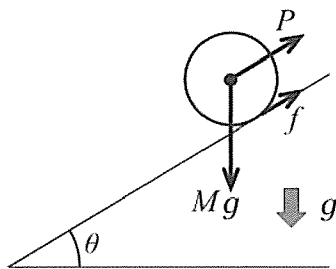
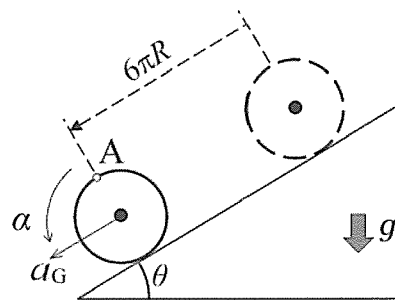

図1
図2
I 水平面と θ の角度をなす斜面の上に、円板（質量 M 、半径 R ）があり、円板の重心に、斜面に平行な力 P が作用し、円板が支えられ、図1のような配置で平衡状態にある。力 P を取り除くと、図2のように、斜面に沿って、滑ることなく転がり落ち、斜面をちょうど3回転した。このとき、次の(1)～(6)の間について答えよ。ただし、重力加速度を g 、円板が斜面から受ける静止摩擦力を f 、半径 R で質量 M の円板の重心を通り、円板に垂直な軸に関する慣性モーメントは、 $I_G = MR^2/2$ で与えられる。斜面の長さは、円板が3回転するのに対して十分長く、斜面の状態は均一である。
- (1) 円板がまさに転がり落ちようとするとき、転がり落ちるのを防ぐために必要な力 P を、 M 、 g 、 θ 、 f を用いて示せ。
- (2) 円板が滑らずに斜面を転がり落ちているとき、重心の加速度 a_G と重心周りの角加速度 α の関係式を、 R を用いて示せ。
- (3) 円板が滑らずに斜面を転がるための静止摩擦係数 μ の条件を、 θ を用いて示せ。
- (4) 平衡状態から、円板がちょうど3回転したときの、円板の重心の速度を V_G とすると、図2に示す円板上の点 A（斜面に接する点の反対の点）の速度 V_A は、 V_G の何倍かを示せ。
- (5) 平衡状態から、円板がちょうど3回転したときの、円板の重心の速度 V_G を、 g 、 R 、 θ を用いて示せ。
- (6) 平衡状態から、円板がちょうど3回転するまでにかかった時間 T を、 g 、 R 、 θ を用いて示せ。